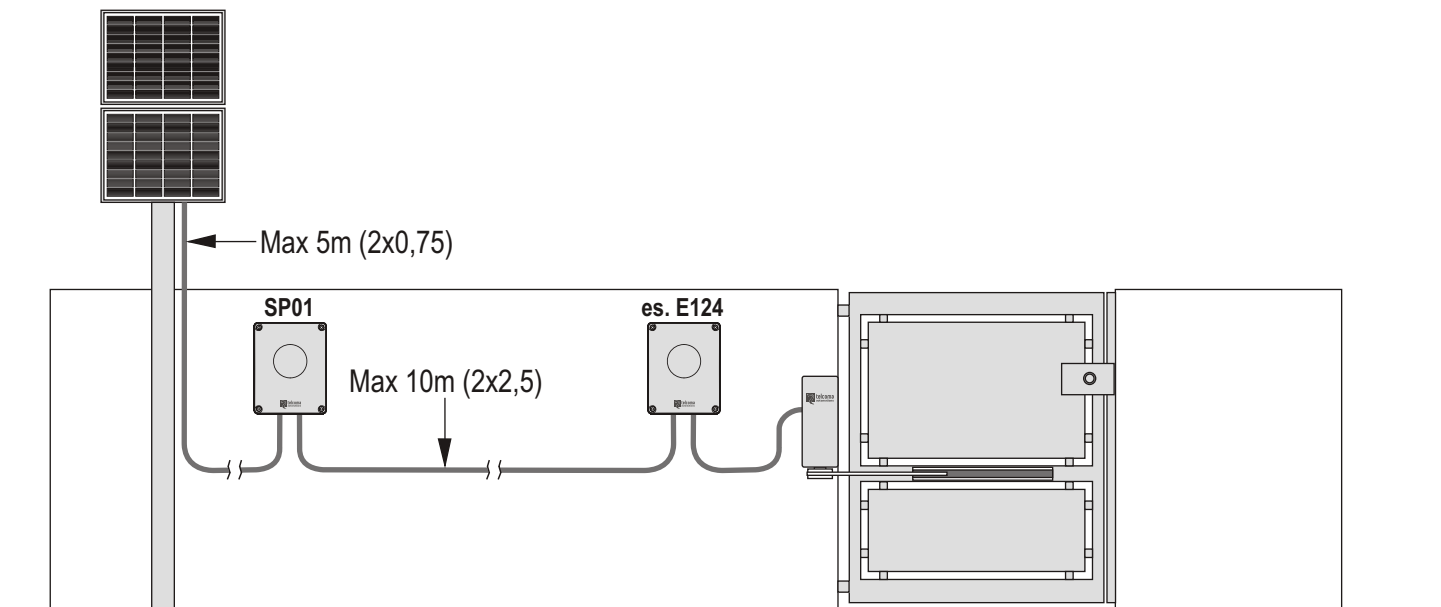

Fig.1
- l'installazione ideale prevede che: i collegamenti di potenza dell'intero impianto (alimentazione 24V e collegamento motore/i) siano il più corti possibile. Per il cavo di alimentazione tra SP01 e la centrale comando consigliamo di non superare i 10m di lunghezza e di usare una sezione minima dei conduttori di 2,5mmq (Fig. 1).
- l'installation idéale prévoit que : les connexions de puissance de toute l'installation (alimentation 24 V et connexion moteur/s) soient les plus courtes possibles. Pour le câble d'alimentation entre SP01 et la centrale de commande nous conseillons de ne pas dépasser 10 m de longueur et d'utiliser une section minimum des conducteurs de 2,5 mm² (Fig. 1).
- la instalación ideal prevé que: las conexiones de potencia de todo el sistema (alimentación de 24V y conexión del o de los motores) sean lo más cortas posible. Para el cable de alimentación entre SP01 y la central de mando se aconseja no superar 10 m de longitud y utilizar una sección mínima de los conductores de 2,5 mm² (Fig. 1).
- for an ideal installation: the power supply connections of the entire system (24V power supply and motor connection) must be as short as possible. The power supply cable between the SP01 and control unit should not be more than 10 m long and the minimum wire cross-section should be 2.5 mm² (Fig.1).
- Die ideale Installation sieht folgendes vor: Die Leistungsanschlüsse der ganzen Anlage (Speisung 24V und Anschluss des Motors/en) müssen so kurz wie möglich sein. Für das Speisungskabel zwischen SP01 und Steuerung empfehlen wir, 10 m Länge nicht zu überschreiten und einen Mindestdurchschnitt von 2,5 qmm (Abb. 1) zu verwenden.
- bij een ideale installatie dient ervoor te zorgen dat de aansluitingen voor stroomvoorziening van de gehele installatie (24V-voeding en aansluiting motor(en)) zo kort mogelijk zijn. Voor de voedingskabel tussen SP01 en de besturingseenheid is het raadzaam een lengte van 10m niet te overschrijden en voor de geleiders een minimum doorsnede van 2,5mm² te gebruiken (afb. 1).